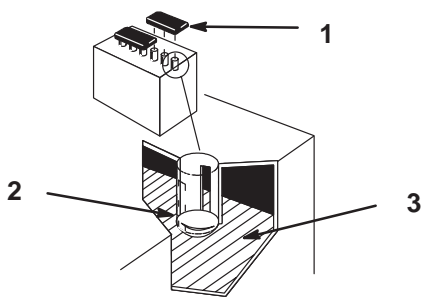

Figure 28
2. Enlevez les bouchons de remplissage. Si le niveau d'électrolyte n'atteint pas la partie inférieure du tube (Fig. 28), ajoutez la quantité d'eau distillée requise, comme expliqué à la rubrique Ajout d'eau dans la batterie, page 29.
2. Enlevez les bouchons de remplissage (Fig. 28).
3. Versez lentement de l'eau distillée dans chaque élément pour amener le niveau à la partie inférieure du tube (Fig. 28).